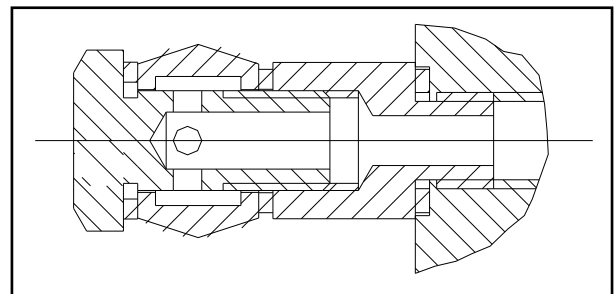

Abb. 34
- ◆ Verbinden Sie die Hydraulikeinheit mit einem flexiblen Rohr mit der Stromkreiskreuzung. (Abb. 34)